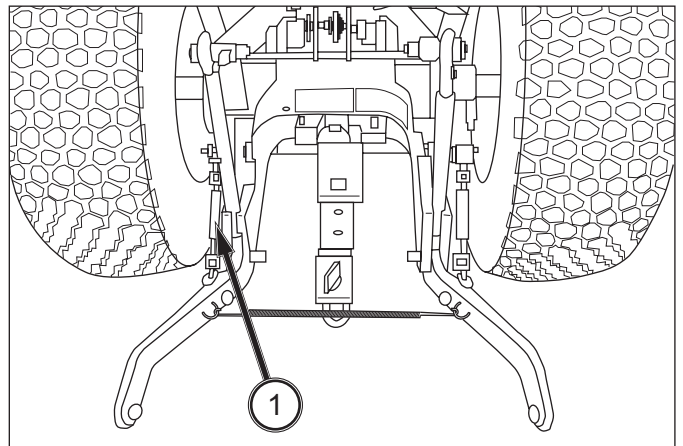

ABB. 93
ABB. 93: Den Kugelkopf des linken Unterlenkers (1) über den Zapfen des Anbaugeräts führen und mit einem Vorstecker sichern. Die Höhe des rechten Unterlenkers mit der Spannschraube (2) einstellen. Den rechten Unterlenker (3) mit einem Vorstecker befestigen und sichern. Den Oberlenker (4) an der Oberseite des Anbau Rahmens mithilfe des zum Traktor gehörenden Stifts anbringen. Den zylindrischen Mittelteil des Oberlenkers drehen, um diesen zu verlängern oder zu verkürzen, und das Anbaugerät von vorne nach hinten ausrichten. Das Anbaugerät kann nach dem Anbringen mithilfe der Spannschrauben von Hubgestänge und Oberlenker ausgerichtet werden. Alle Einstellungen sichern.